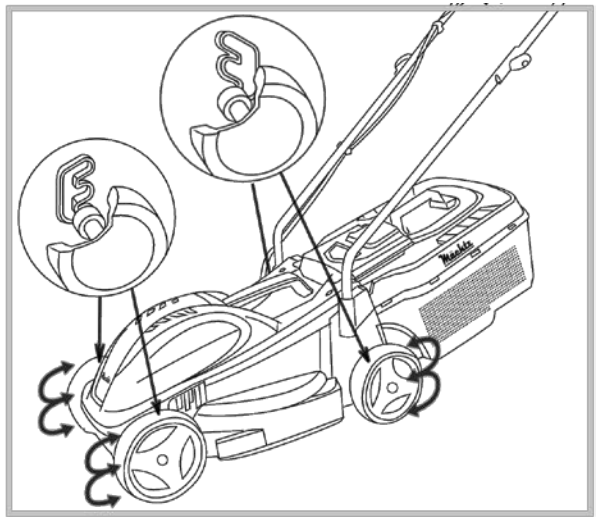

Рисунок 9
3.5.1 Газонокосарка **MLM-3230** має три рівні висоти скошування. Для того, щоб змінити висоту скошування (дивіться рисунок 9):